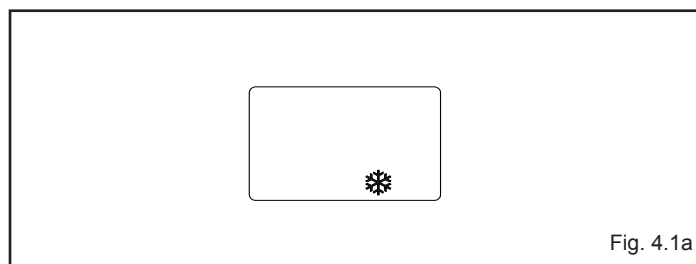

Fig. 4.1a
- **Antigelo:** quando la temperatura dell'acqua di caldaia scende sotto i 5°C si attiva il circolatore e, se necessario, il bruciatore alla minima potenza per riportare la temperatura dell'acqua a valori di sicurezza (35°C). Durante il ciclo antigelo sul visualizzatore digitale appare il simbolo ❄ (fig. 4.1a).